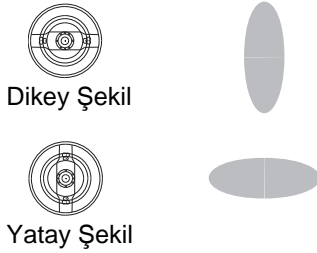

FIG. 11. Hava Başlığı Pozisyonları
3. Hava başlığı tutma halkasını gevşetin ve dikey veya yatay püskürtme modeli için hava başlığını döndürün. Bkz. FIGURE 11. Hava başlığı sıkıca yerine oturana kadar tutma halkasını sıkılaştırın; hava başlığı boynuzu elle dönmeyecek şekilde olmalıdır.